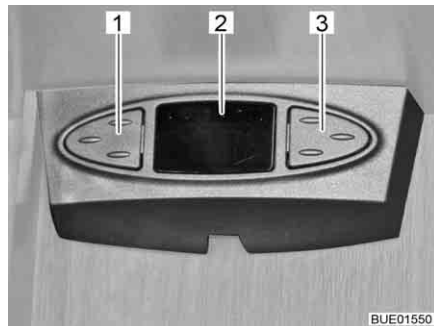

Fig. 38 Souris sat
Suivant le modèle, l'antenne parabolique est équipée d'une souris sat. L'affichage (Fig. 38,2) de la souris sat indique la chaîne réglée. Les deux touches servent à la commande des fonctions de base de l'antenne parabolique (changement de chaîne, allumer/éteindre).
- Choisir la chaîne précédente dans la liste de chaînes : Appuyer sur la touche gauche (Fig. 38,1).
- Choisir la chaîne suivante dans la liste de chaînes : Appuyer sur la touche droite (Fig. 38,3).
- Passer de radio à TV et inversement : Appuyer brièvement en même temps sur les touches (Fig. 38,1 et Fig. 38,3).
- Allumer/éteindre le récepteur : Appuyer en même temps sur les touches (Fig. 38,1 et Fig. 38,3) et les maintenir pressées.